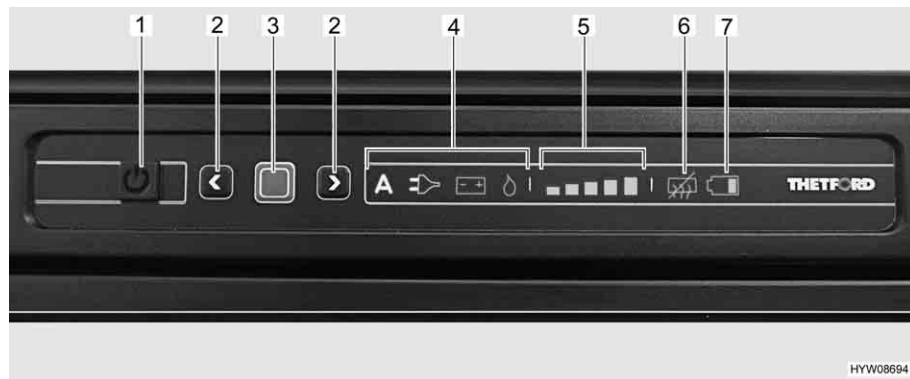

Fig. 230 Réfrigérateur Thetford N3000 avec panneau de commande DEL
- Appuyer sur la touche Marche/Arrêt (Fig. 230,1) pendant 1 seconde. La touche s'allume en vert. L'affichage devient plus sombre pour des raisons d'économie d'énergie au bout d'env. 10 secondes.
- Appuyer sur la touche de confirmation (Fig. 230,3). Le dernier mode de fonctionnement qui a été choisi est affiché.
- Appuyer sur la touche de confirmation (Fig. 230,3) pendant env. 2 secondes. Les symboles des modes de fonctionnement clignotent.
- Sélection manuelle d'énergie : Sélectionner la source d'énergie désirée avec les touches fléchées (Fig. 230,2).
- Sélection automatique d'énergie (uniquement sur le modèle à sélection automatique d'énergie) : Sélectionner le mode de fonctionnement "A" avec les touches fléchées (Fig. 230,2).
- Confirmer la sélection avec la touche de confirmation (Fig. 230,3).
- Appuyer de nouveau sur la touche de confirmation (Fig. 230,3). L'affichage de la puissance de réfrigération (Fig. 230,5) clignote.
- Pour changer le réglage, appuyer sur les touches fléchées (Fig. 230,2) jusqu'à ce que le réglage désiré soit affiché.
- Appuyer sur la touche Marche/Arrêt (Fig. 230,1) pendant env. 2 secondes. Toutes les lampes s'éteignent. Le réfrigérateur est coupé.
Lorsque le réfrigérateur est mis en marche, il choisit automatiquement le dernier réglage du thermostat qui a été choisi. Ce réglage peut cependant être corrigé manuellement à l'aide des touches fléchées (Fig. 230,2). Il faudra attendre quelques heures jusqu'à ce que le réfrigérateur ait atteint sa température normale de réfrigération. Le réglage du thermostat est conservé en cas de commutation sur un autre mode de fonctionnement.